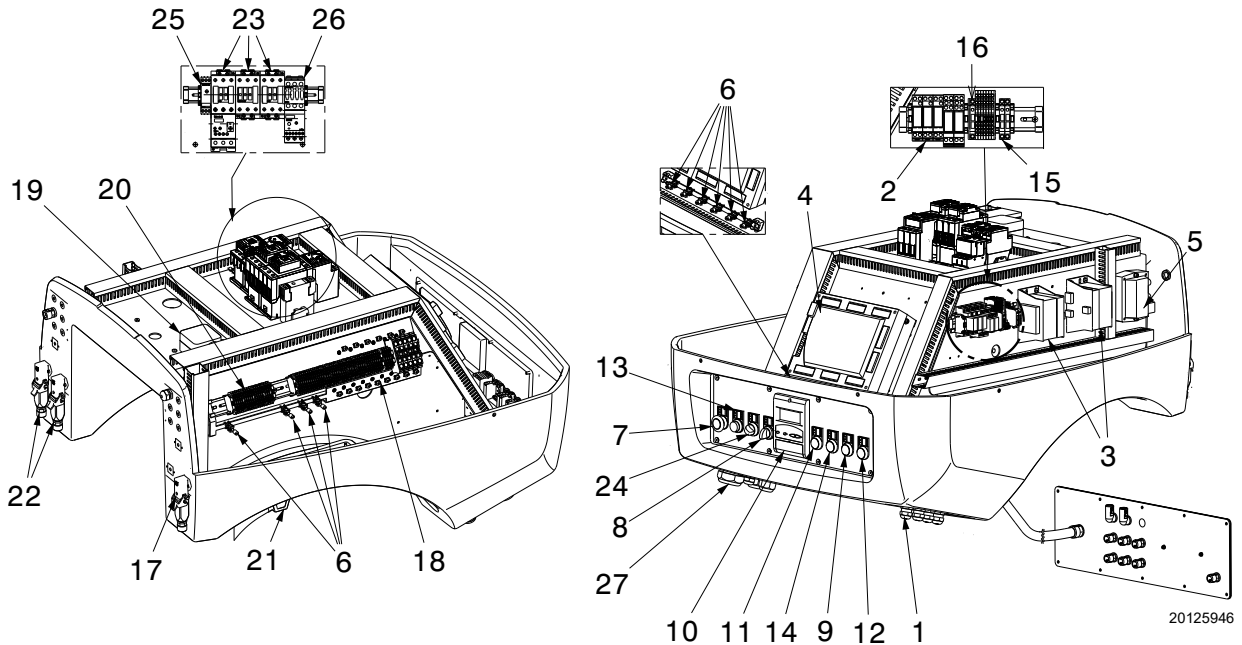

Fig. 6
- **Blocage de la boîte de contrôle:** l'allumage du bouton (**DEL rouge**) 13)(Fig. 6) avertit que le brûleur est mis en sécurité. Pour le débloquer, appuyer sur le bouton 13)(Fig. 6) ou utiliser l'afficheur.